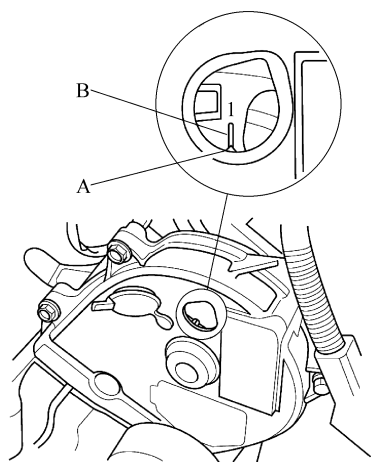

图 2-11 1 号活塞位于 TDC 位置
2) 使 1 号活塞在上止点 (TDC) 位置。将前上盖上的指针 (A) 与前凸轮轴带轮上的 1 号活塞 TDC 标记 (B) 对准，见图 2-11。